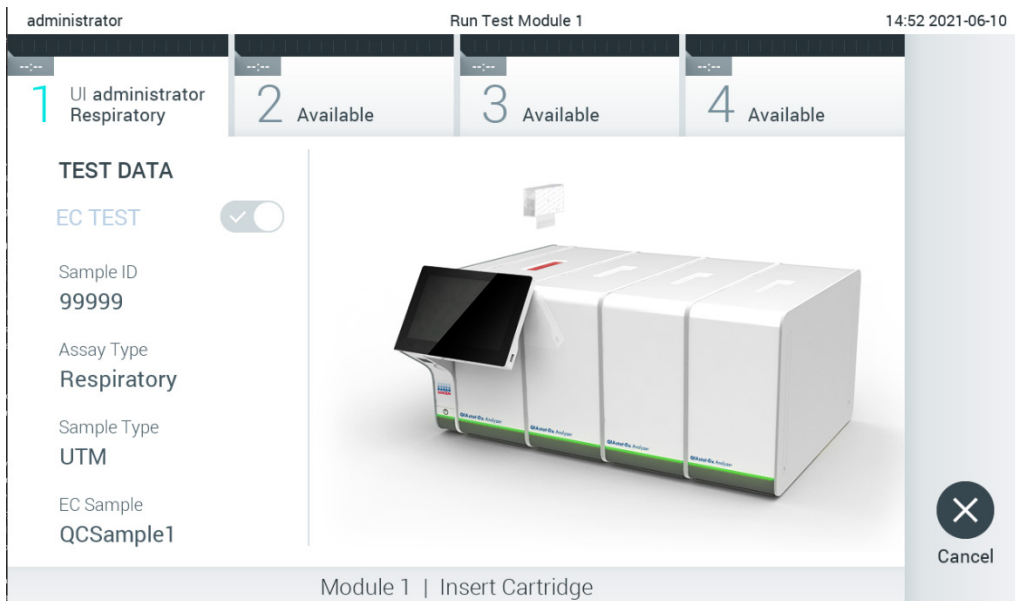

Рис. 93. Вставлення картриджа для аналізу КВІАстат-ДКс в аналізатор КВІАстат-ДКс (QIAstat-Dx) 1.0.
9. Переконайтеся, що кришки для зразків порту для тампону й головного порту картриджа для аналізу КВІАстат-ДКс щільно закриті. Коли вхідний порт картриджа у верхній частині аналізатора КВІАстат-ДКс (QIAstat-Dx) 1.0 автоматично відкриється, вставте картридж для аналізу КВІАстат-ДКс штрих-кодом уліво, а реакційними камерами вправо (Рис. 93).